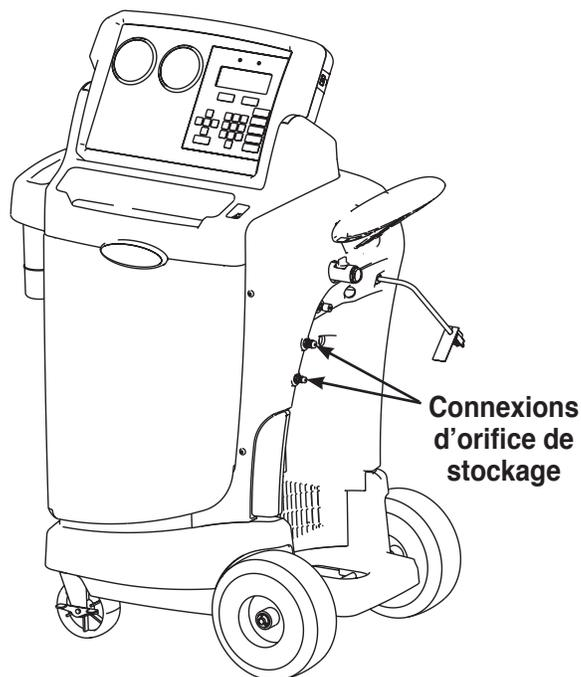

Figure 6
3. Raccordez les tuyaux aux connexions d'orifice de stockage de l'unité (illustrées à la Figure 6), puis ouvrez les soupapes des coupleurs.